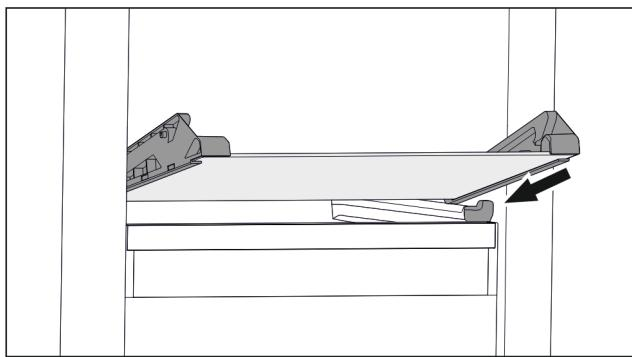

Fig. 73 Скляна пластина відкидного висувного ящика
- Встановити скляну пластину за стопорами навскоси. (див. Fig. 73)